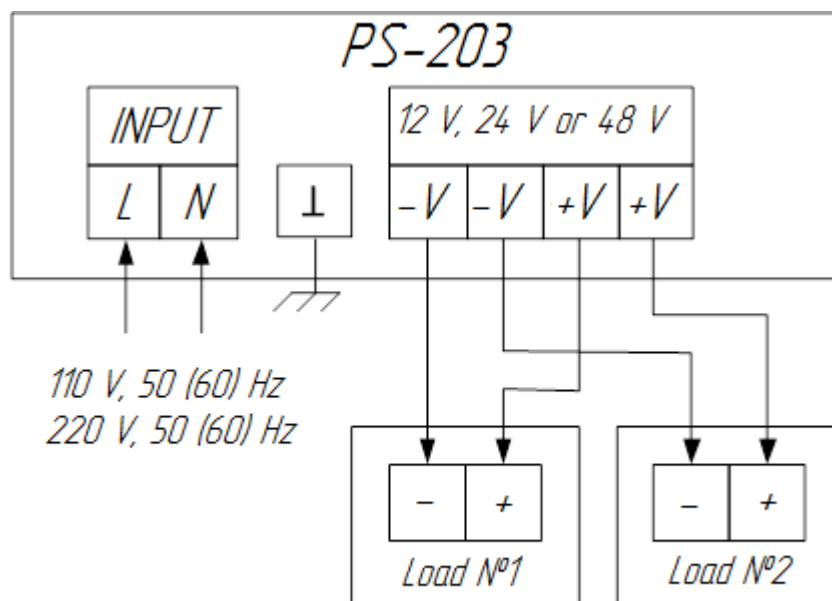

Figure 2 – Connection diagram of the Product
1.3.2 To connect input power supply, use terminals «L» and «N», loads - «-V» and «+V», see Figure 2.